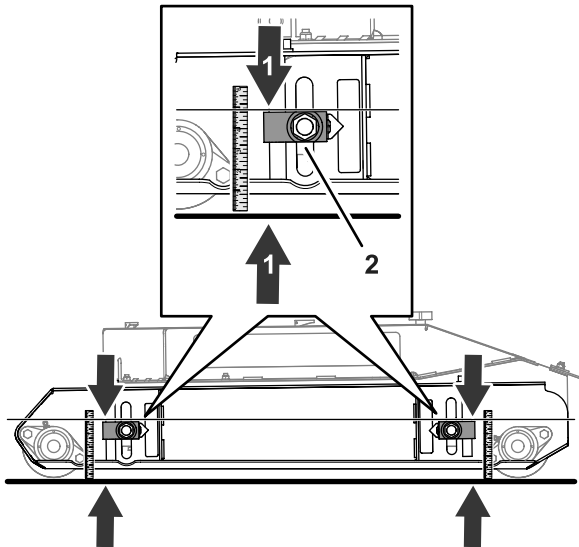

Figura 79
1. Afloje la tuerca que sujeta el bloque de ajuste de la altura de corte (Figura 79).
($4\frac{7}{8}$ " desde la parte superior del bloque del ajustador hasta el suelo (Figura 79).